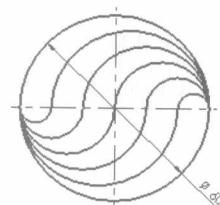

图1-18
**【练习1-18】：**利用【Create】/【Arc】/【Create Arc Polar】极坐标圆弧命令，绘制图 1-18 所示图形。